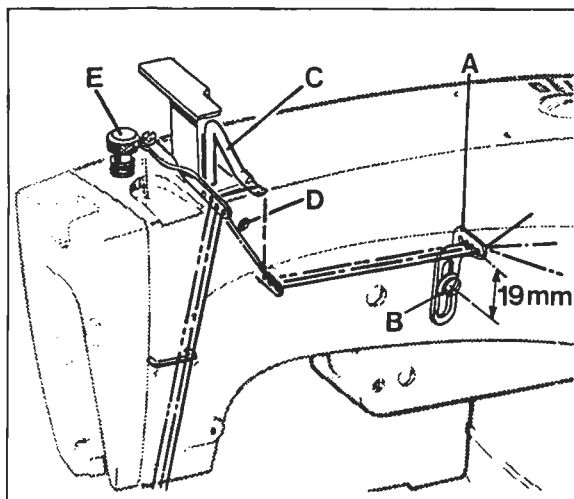

Fig.7
Set the frame eyelet (A, Fig. 7) 19 mm (3/4 in.) above the center of mounting screw (B). Lower it for more needle thread, raise it for less needle thread in the stitch.
The regulator (E, Fig. 7) is located left on the top of the machine arm. Turning it clockwise increases the pressure, turning counterclockwise acts the reverse.
Stellen Sie die Fadenführung am Gehäuse (A, Fig. 7) 19 mm hoch zur Matte der Befestigungsschraube (B) ein. Tieferstellen ergibt mehr, höherstellen weniger Nadelfaden in der Naht.
Die Stellschraube (E, Fig. 7) befindet sich links oben auf dem Maschinenarm. Drehen im Uhrzeigersinn verstärkt den Druck, drehen im Gegenuhrzeigersinn verringert ihn.